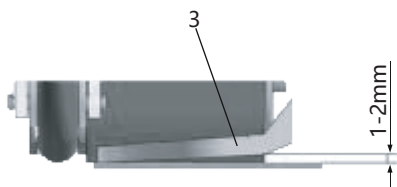

图5
- 1、风嘴与地面的距离应为图5所示（该距离出厂时已调好）。